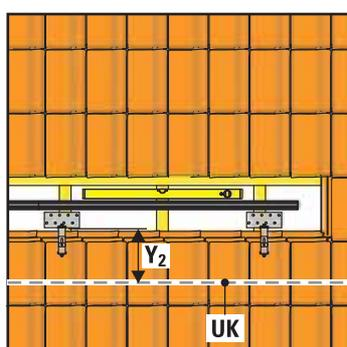
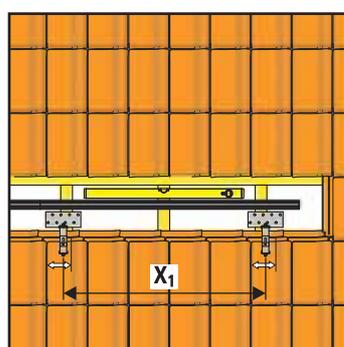

Figura 3-7 Disporre i ganci da tetto del bordo inferiore progettato del collettore alla distanza Y_2
Figura 3-8 Determinazione della posizione di montaggio dei ganci da tetto
- Determinare i punti di montaggio dei ganci da tetto. Distribuire i ganci da tetto uniformemente sotto la guida profilata per il montaggio (Figura 3-7 e Figura 3-8).